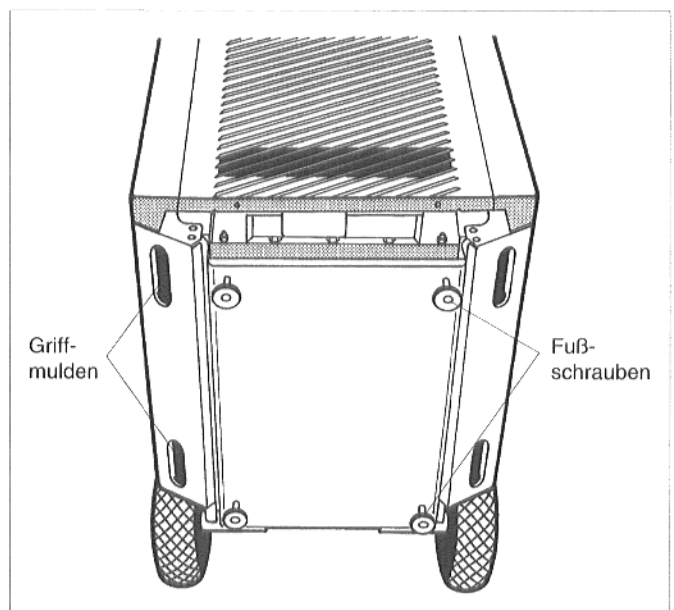

Abb. 3: Kesselunterseite
Zum Heben und Tragen des Kessels die vier Griffmulden an der Unterseite verwenden (Abb. 3).
- Die vier Fußschrauben bis auf ca. 5-10 mm in die Gewindehülsen im Bodenblech von unten eindrehen (Abb. 3).